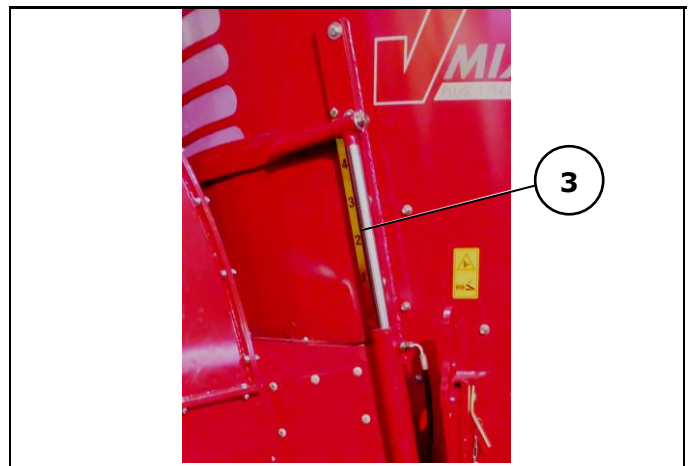

Abb. 4-3: Öffnungsweite Dosierschieber
6. Dosierschieber öffnen (s. Kap. 6.1.1.1 „Bedien- und Kontrollelemente am Bedienpult“, Bild 4). Die Stellung des Schiebers an der Schieberanzeige ablesen (s. „Abb. 4-3: Öffnungsweite Dosierschieber“ Seite 23).
1. Dosierschieber schließen (s. Kap. 6.1.1.1 „Bedien- und Kontrollelemente am Bedienpult“, Bild 4). Die Stellung des Schiebers an der Schieberanzeige ablesen (s. „Abb. 4-3: Öffnungsweite Dosierschieber“ Seite 23).